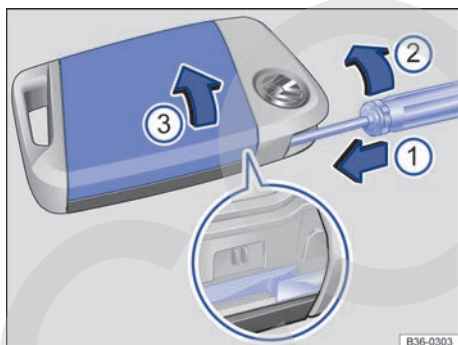
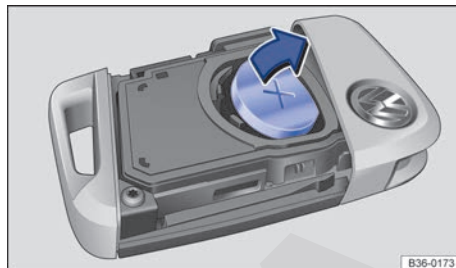

Fig. 71 Llave del vehículo: abrir la tapa del compartimento de la pila.
Fig. 72 Llave del vehículo: cambiar la pila de botón.
Legenda de la fig. 71:
- Introduzca un destornillador de hoja plana en la llave del vehículo, por la guía exterior de la llave de emergencia, aprox. 1 cm en el sentido de la flecha → fig. 71 ①.
- Gire el destornillador en el sentido de las agujas del reloj hasta que la tapa se abra → fig. 71 ②.
- Desplace la tapa en el sentido de la flecha → fig. 71 ③ y retírela → ①.
- Extraiga la pila de su compartimento → fig. 72 haciendo palanca.
- Encaje una pila de botón nueva en el compartimento → ①.
- Presione la tapa sobre la carcasa → fig. 71 ③.